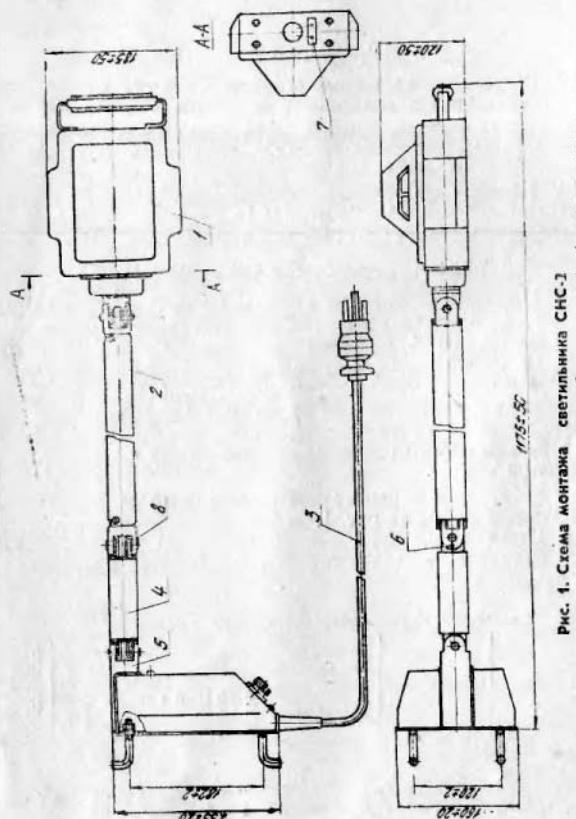

Рис. 1. Схема монтажа светильника СНС-2
| 2.5. Габаритные и присоединительные размеры светильника приведены на рис. 1. | |
4.1. Светильник состоит из следующих основных узлов (см. рис. 1): осветителя 1, закрепленного на рычаге осветителя 2 и промежуточного рычага 4, прикрепленного к кронштейну 5. Подключение светильника к сети производится с помощью кабеля с вилкой 3.
6.1. Для удобства транспортирования светильник упаковывается со снятым осветителем 1 (см. рис. 1) и вывернутым, но не до конца, стопором 6.